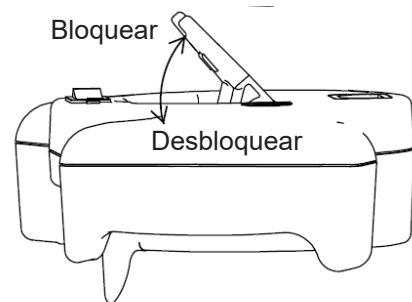

Figura 7
2. Ajuste el ángulo girando el cierre del cabezal hacia arriba (Figura 7). Coloque la manija en la ubicación deseada (180 grados de rotación total).